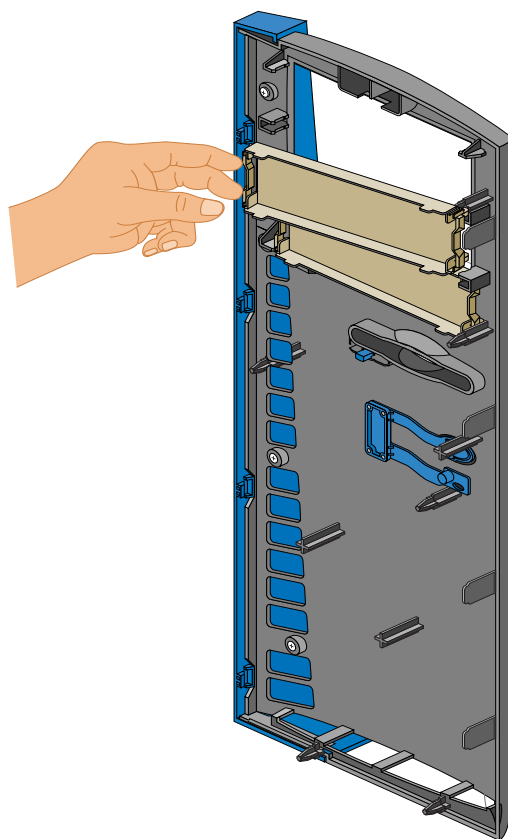

図 2-4 ベゼルブランキングプレートの取り外し
- ブランキングプレートを取り外すには、ブランキングプレート的一方の端で解除機構を押し込み、ベゼルからブランキングプレートを引き出します。図 2-4 に、その手順を示します。